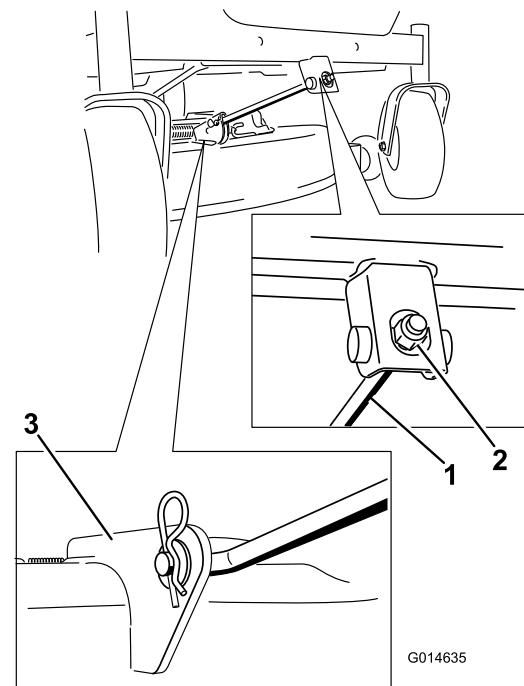

Figura 73
5. Remova o contrapino do gancho da barra de suporte da frente e remova a barra do suporte da plataforma (Figura 73).